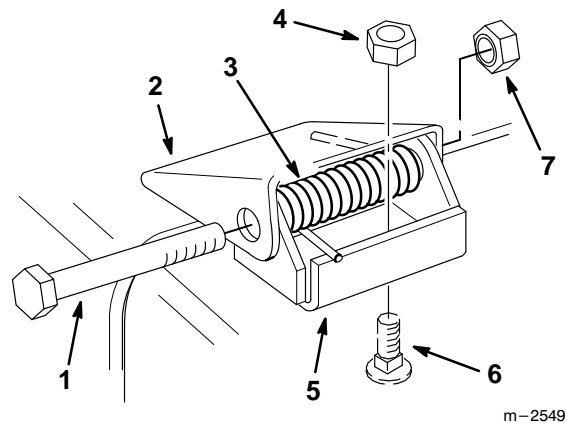

Abbildung 26
1. Sicherungsmuttern, Schrauben und Federn entfernen, mit denen die Ablenkblechhalter an den Schwenkbügeln befestigt sind (Abb. 26).
2. Wenn die Schwenkbügel ausgetauscht werden müssen, die Schloßschrauben und Konusmuttern entfernen, mit denen die alten Bügel an der Oberseite der Auswurföffnung befestigt sind. Dann die Austauschschwenkbügel installieren. Darauf achten, daß die Köpfe der Schloßschrauben an der Innenseite des Mähwerks liegen (Abb. 26).
3. Die Ablenkblechhalter mit Schrauben, Federn und Sicherungsmuttern an den Schwenkbügeln anbringen. Darauf achten, daß die geraden Enden der Federn zwischen Ablenkblechhaltern und Grasablenkblech positioniert sind (Abb. 26).
4. Die Sicherungsmuttern festziehen, bis sie die Schwenkbügel berühren (Abb. 26).